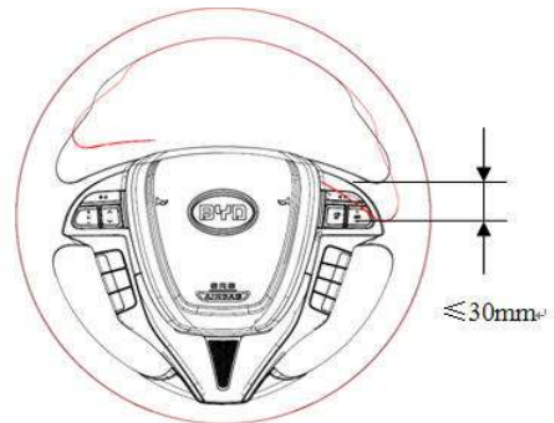

图3-5 转向盘自由行程示意图
- 2) 向左或向右轻轻转动转向盘，检查转向盘的自由行程。如图3-5所示，转向盘最大自由行程不大于30mm。如果自由行程超过最大值，需检查